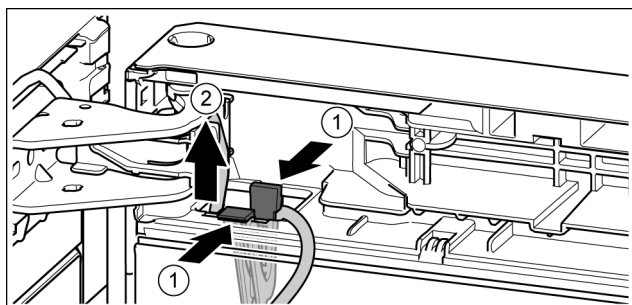

Fig. 25
- ▶ Pritisnite spono. Fig. 25 (1)
- ▶ Izvlecite držalo kabla s pritrjenim kablom. Fig. 25 (2)